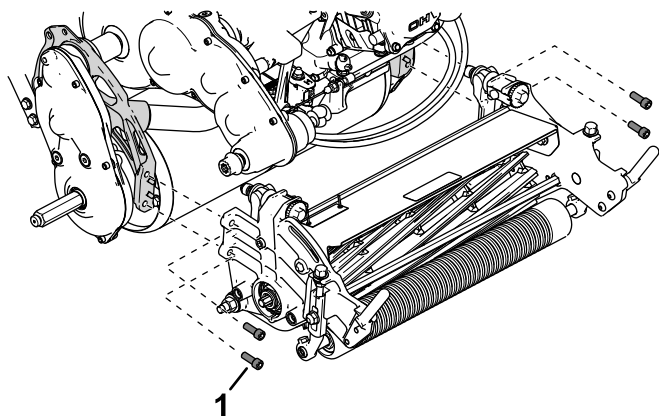

Рисунок 49
4. Снимите винты с головкой под торцевой ключ, которыми режущий блок крепится к раме (Рисунок 49).